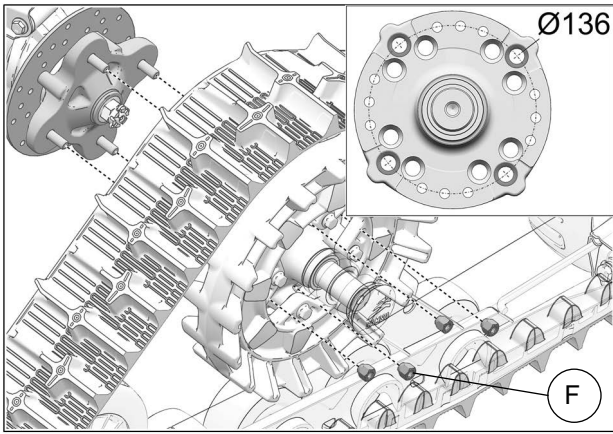

Fig. 9
9. Fixer le système de traction au moyeu de roue arrière [avec espaceur (D)]. Utiliser le cercle de perçage de Ø136mm et les écrous de roue M10 (F) fournis. Voir la Fig. 9